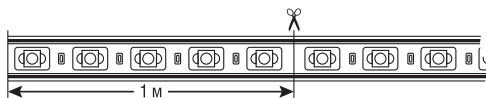
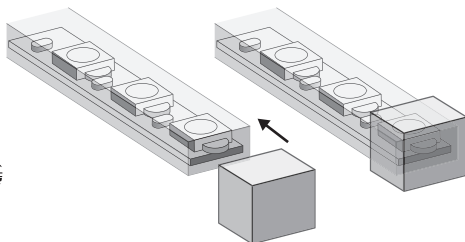

Рис. 2. Разрезание светодиодной ленты.
Рис. 3. Установка заглушки на светодиодную ленту.
- **Разрезание светодиодной ленты на участки.** Светодиодную ленту NLS-5050RGB-IP67-220V можно разрезать на участки, кратные одному сегменту, длина которого равна 1 м. Разрез необходимо производить строго посередине участка, соединяющего смежные сегменты, см. Рис. 2. На окончаниях участков светодиодной ленты, к которым не планируется производить какие-либо подключения, необходимо установить заглушки NLSC-cup-5050-220 для ленты 5050-IP67-220, Рис. 3. **Внимание!** При установке заглушки необходимо использовать герметик, чтобы обеспечить должную герметичность в месте соединения.